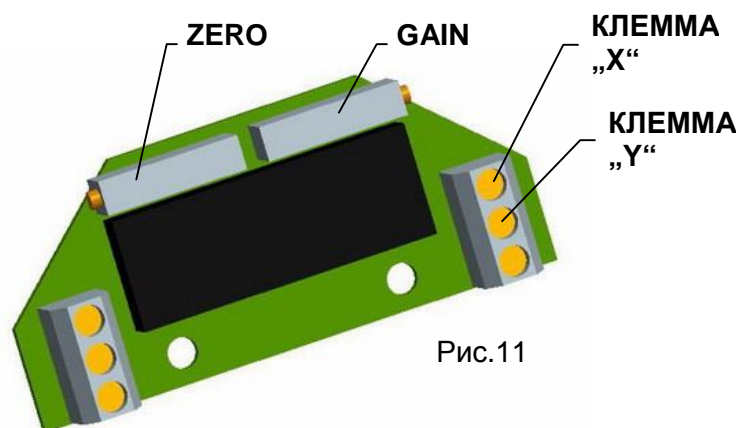

Рис.11
4.6.2 EPV - 3-проводниковое включение (рис.11)
- Установте датчик сопротивления на основании инструкции в предыдущей главе так, что величину сопротивления измеряйте на клеммах X-Y (рис.11). *(употреблен датчик с сопротивлением 2000Ω или 100Ω)*
- Поворачиванием устанавливающего триммера ZERO (рис.11) установите величину выходного сигнала тока, измеряемого на клеммах 81-82, на величину 0 мА или 4 мА.
- Поворачиванием устанавливающего триммера GAIN (рис.11) установите величину выходного сигнала тока, измеряемого на клеммах 81-82, на величину 20 мА или 5 мА.